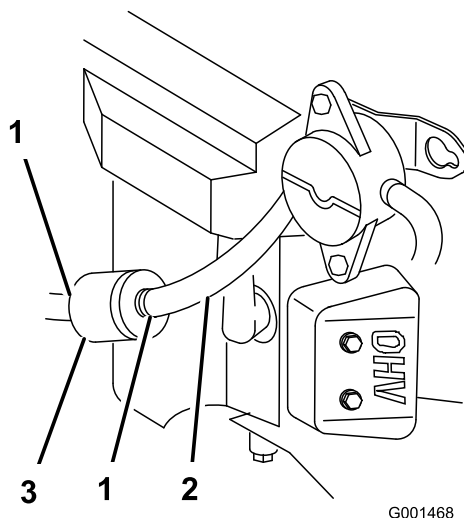

Figure 39
4. Pincez les extrémités du collier de flexible du côté moteur du robinet et poussez-le vers le haut de la conduite d'alimentation, dans la direction opposée au robinet (Figure 39).
4. Pincez les extrémités des colliers et éloignez les colliers du filtre (Figure 39).